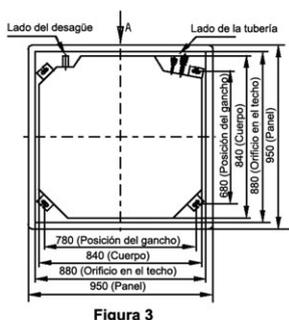

Figura 3
- Corte un orificio cuadrangular de 880x880 mm en el techo siguiendo la forma de la plantilla. (figura 3, 4)